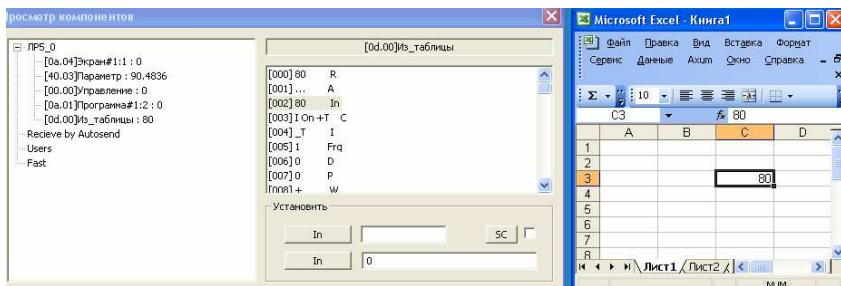

Рис. 6.9
6.4.2.10. Увести в комірку **C3** нове значення (рис. 6.9).